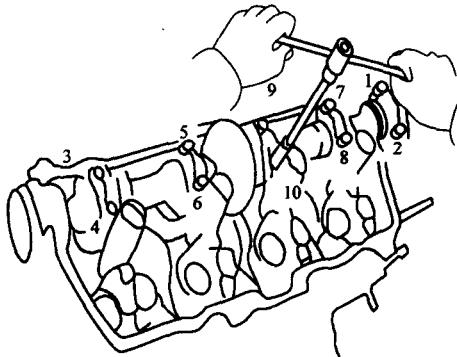

图 1-3 凸轮轴轴承盖螺栓拆装顺序
- 3) 拆卸凸轮轴：拆卸凸轮轴轴承盖螺栓顺序如图 1-3 所示(对于 2TZ 发动机则先拆卸凸轮轴链轮)。注意拆卸下来的轴承盖一定作好标记并按顺序放好。